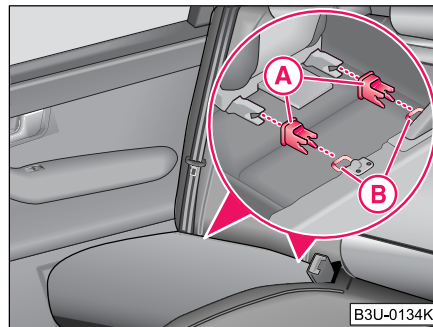

Fig. 113 Oeillets de retenue (système ISOFIX)
- Insérez les ergots **(A)** dans les œillets de retenue **(B)** entre le dossier et l'assise ⇒ page 140, fig. 113